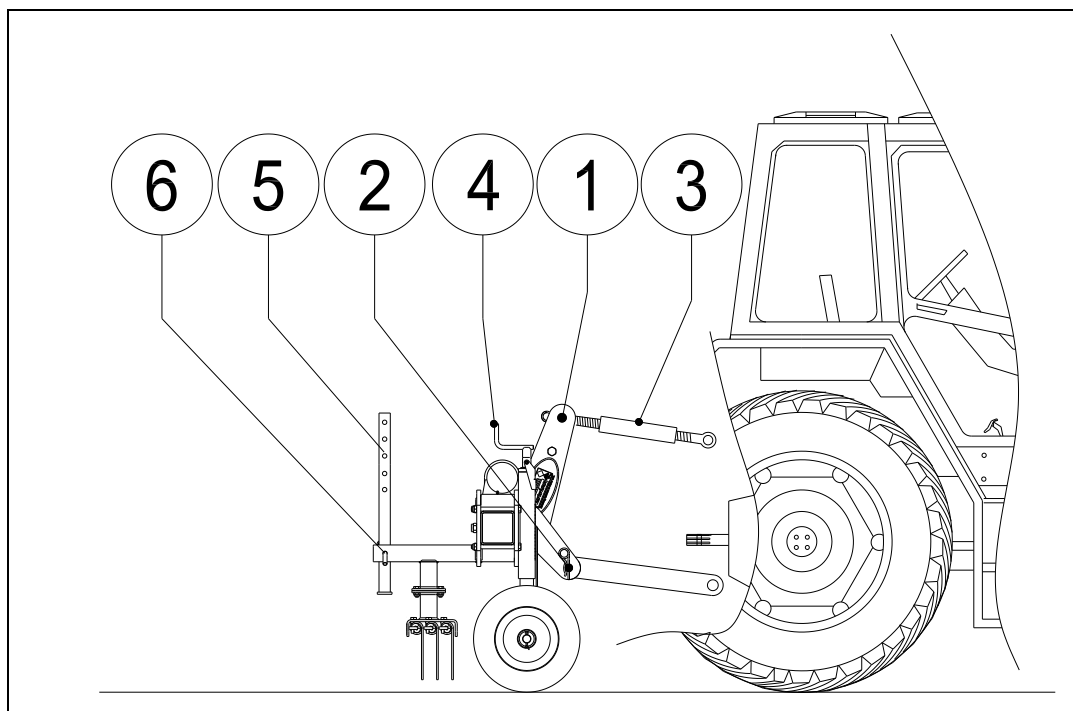

Abb. 8
Dabei ist folgendermaßen vorzugehen: (Abb. 8)
Die Arbeitstiefe wird eingestellt, indem die Laufräder durch Drehen der Spindel 4 (Abb. 8) an der Vorderseite der Maschine verstellt wird.
3. Die Oberstange 3 eindrehen, damit die Maschine senkrecht zum Untergrund gestellt wird. (siehe Abb. 8)